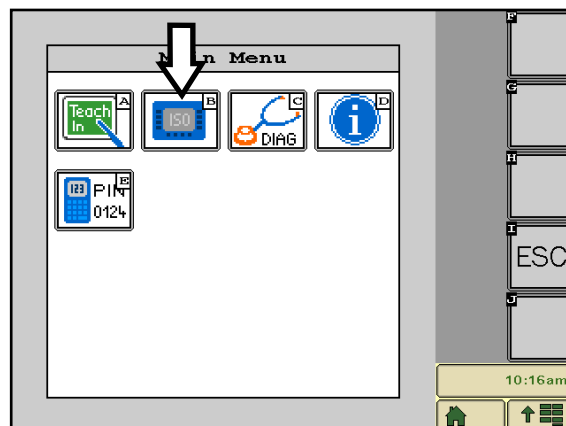

рис. 14: Выбор конфигурации терминала
В главном меню щелкните по символу VT (B) (см. рис. 14), чтобы открыть конфигурацию терминала.